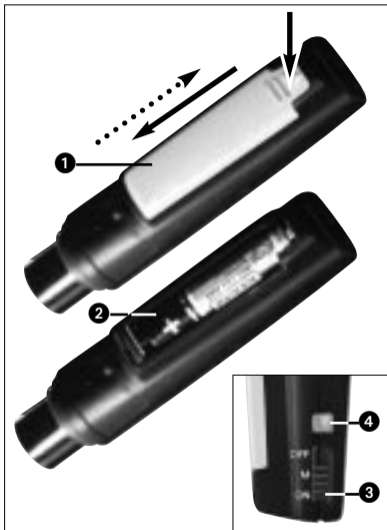

Fig. 2: Colocar a pilha
### 3.1 Colocar/trocar a pilha e testá-la (veja fig. 2)
4. Coloque a pilha nova ou a pilha fornecida na embalagem (2) no compartimento como é mostrado na fig. 2.